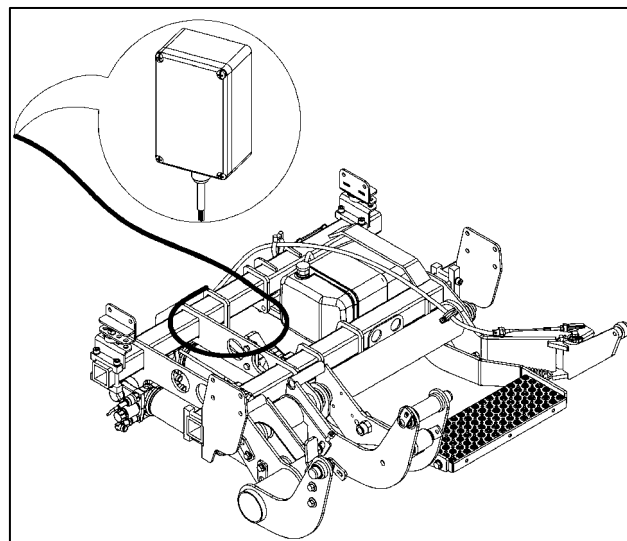

Abbildung 19
- Control Unit-Kabel zu Service Switch in Richtung Fahrzeug Laderaum legen (Abbildung 19).